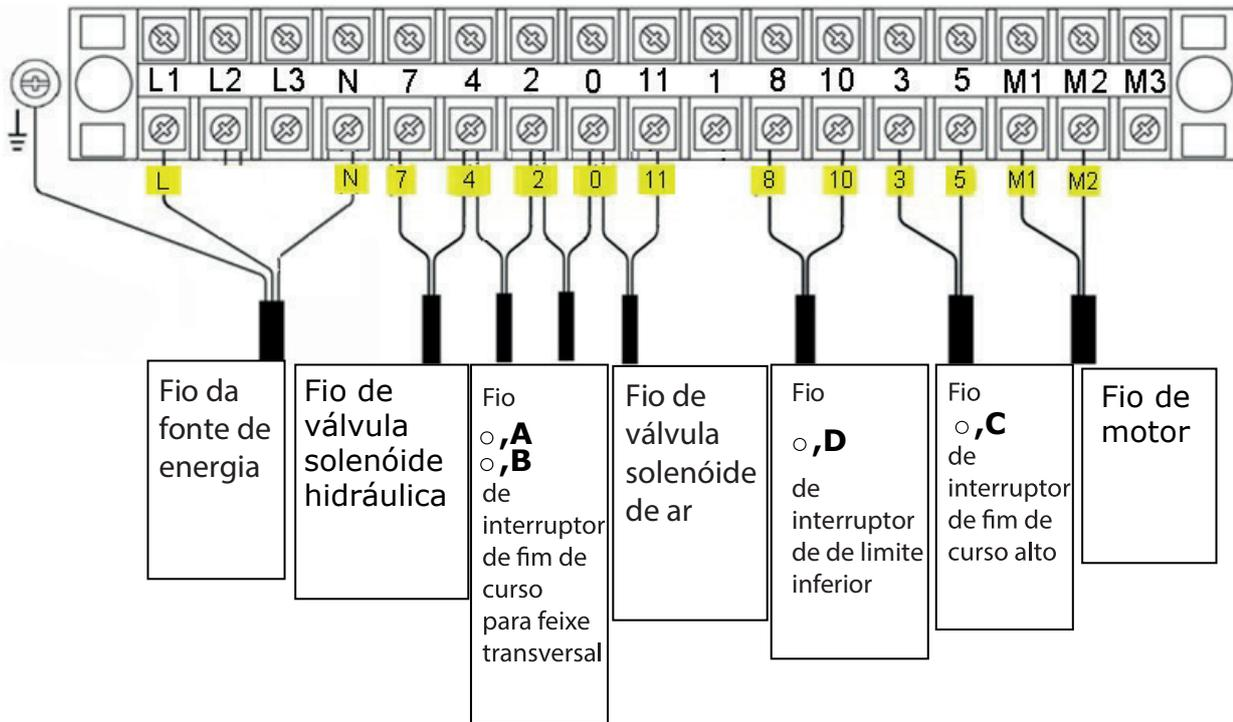

Fig.37
6.1 Diagrama de ligação do fio na caixa de controlo (Ver Fig.37).